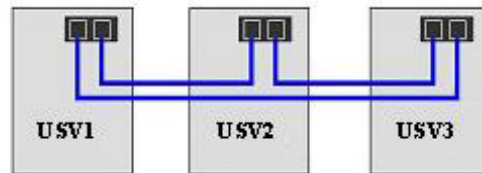

Рис. 5 Схема подключения кабелей RJ-45
- Подключить параллельные кабели RJ-45, как показано на Рис. 5.